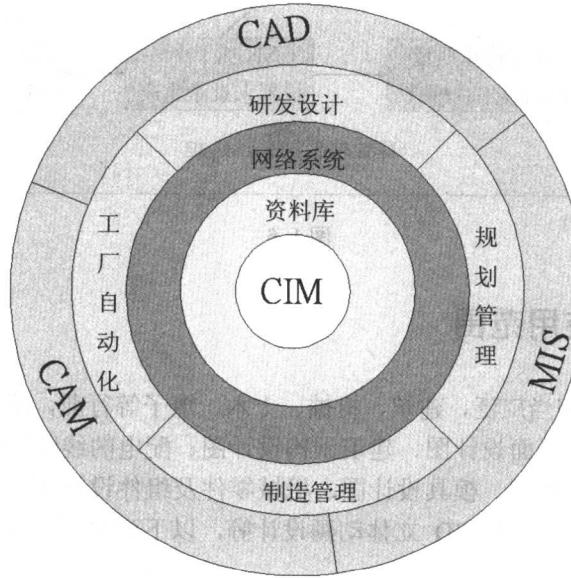

图 1.5
(4) CIM(Computer Integrated Manufacture)计算机一体化制造：CIM 的意义是以 CAD 及 CAM 为主要框架，再辅以 MIS(Management Information System)管理信息系统的结合应用，整合可用资源(数据库)，然后利用网络结合各种资源，达到流程充分自动化的目的，如图 1.5 所示。